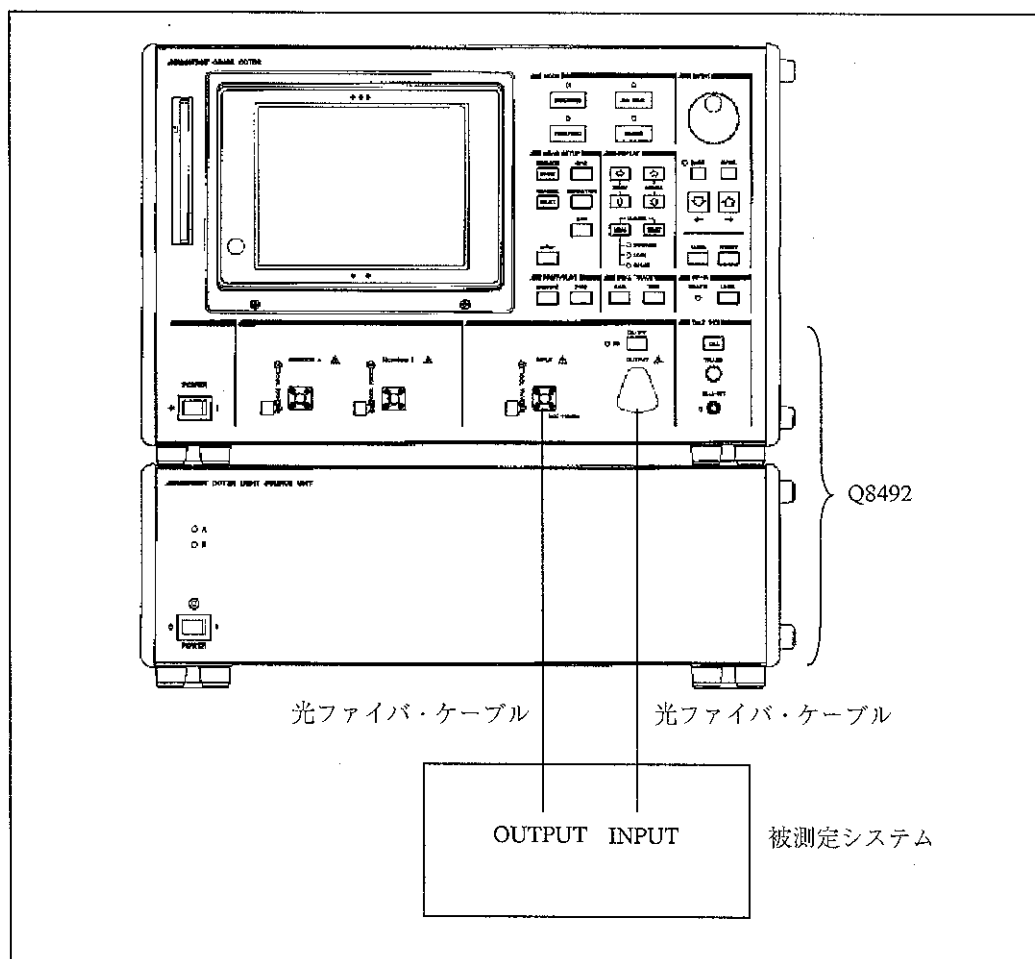

図 3-4 被測定システムとの接続
- ① 被測定システムの INPUT コネクタと Q8492 の OUTPUT コネクタを光ファイバ・ケーブルで接続して下さい。
- ②
- ・ 被測定システムの OUTPUT コネクタと Q8492 の INPUT コネクタを図 3-4 のように光ファイバ・ケーブルで接続して下さい。